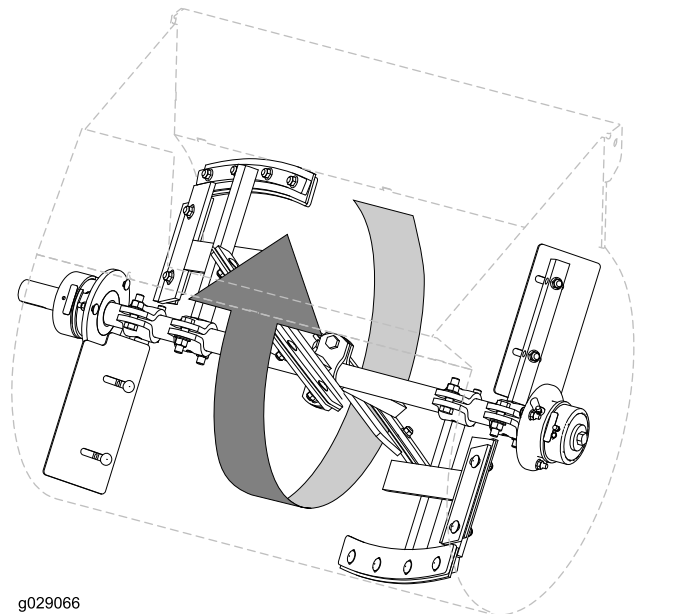

Figura 68
1. Gire una paleta de la fila izquierda de paletas alrededor del tambor y localice en el interior del tambor la mínima distancia entre el tambor y la escobilla de la paleta (Figura 68).